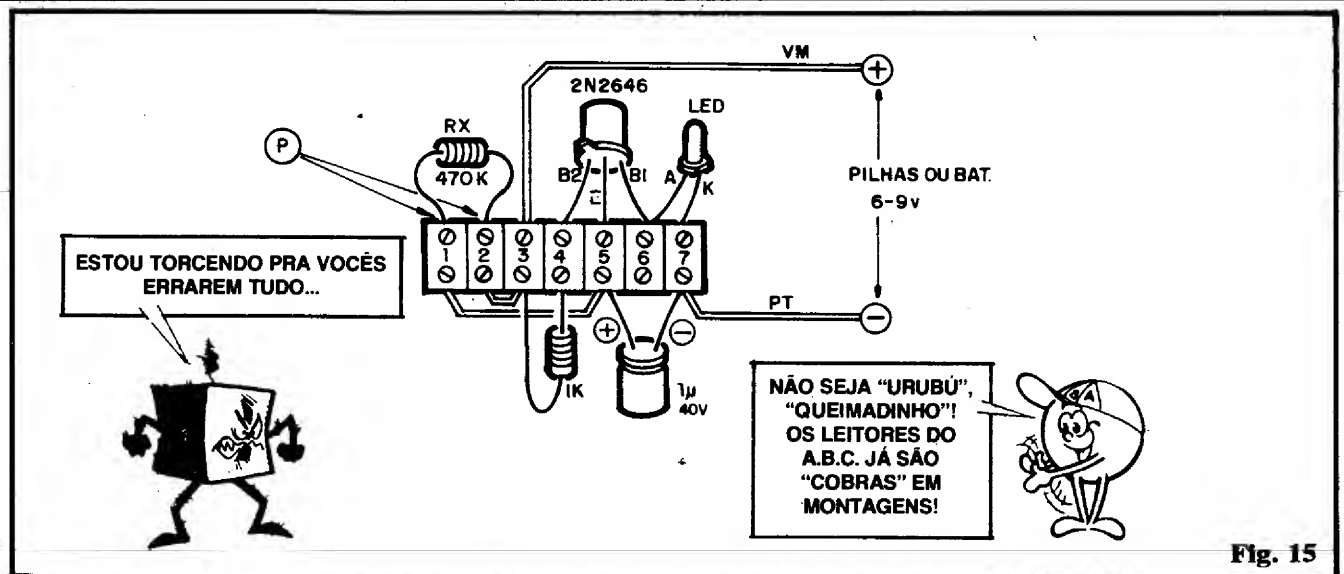

Fig. 15
- **FIG. 15** - "Chapeado" da montagem experimental... Os "mace-tes" para implementação de um circuito, sem solda, em barra de conectores, já foram exaustivamente mostrados em ABC. Inclusive na presente Revista/"Aula", o Leitor encontra, na Seção TRUQUES & DICAS, uma matéria renovando o assunto, e propondo a construção de uma "MESA DE PROJETOS" home made, que poderá, perfeitamente, servir de base à Experiência. ATENÇÃO à identificação de "pernas" do TUI e do LED, polaridade do ca-